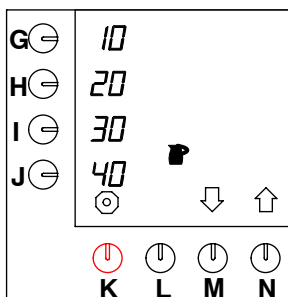

Fig. 37 Cambio de las teclas de selección preprogramadas para jarras
- Mantenga apretada la tecla de programación (N.)↑ hasta que en el display aparezca fig. 37 .